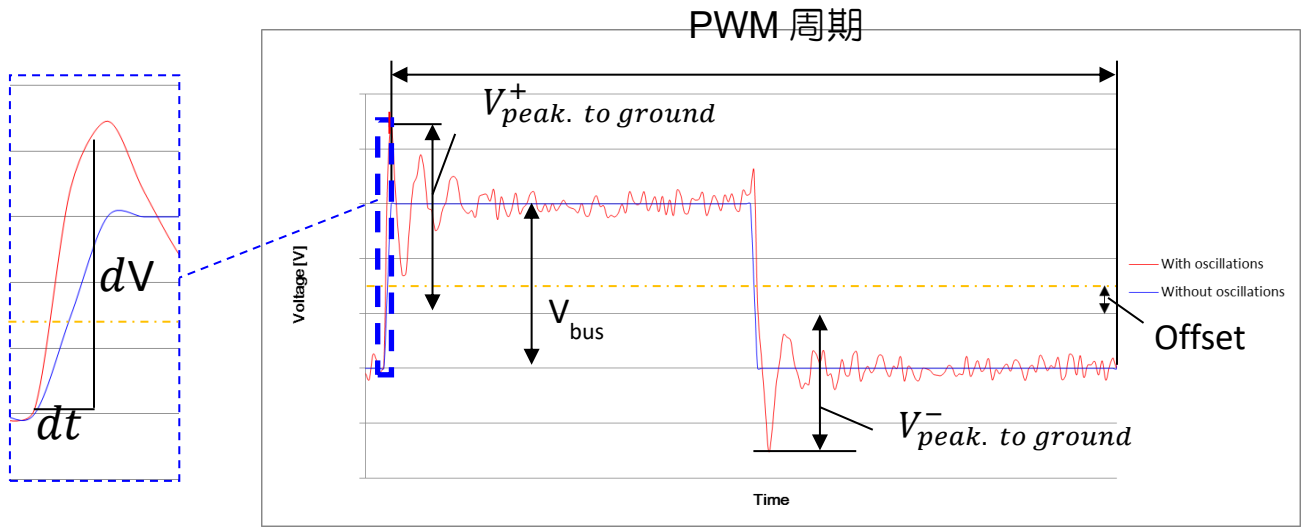

図 5.2.7 電圧発振回路図
- 600 V_{DC} コントローラー：最大 600 V_p (PWM 周波数で)、電圧勾配: 8 kV/ μ s (図 5.2.7 および表 5.2.5 に示す)。